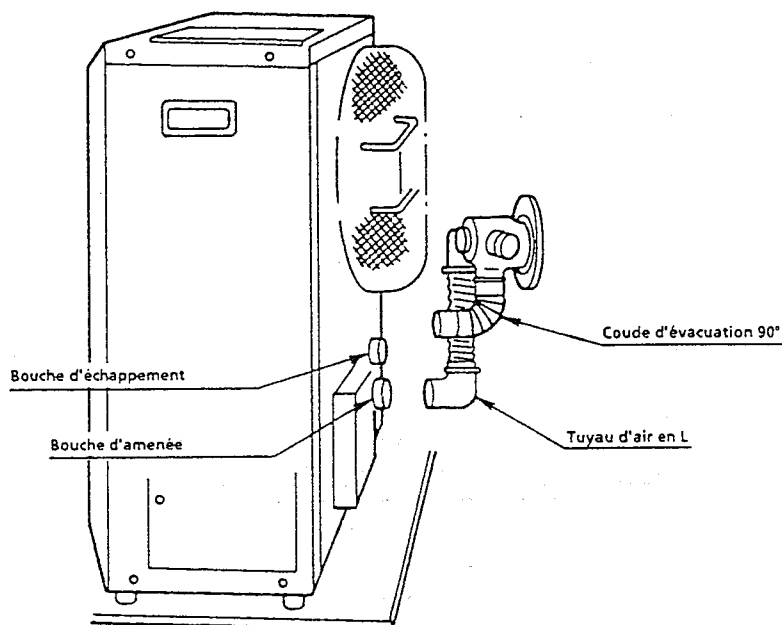

Fig. 16
10. Placez le poêle à l'endroit souhaité. Fixez le coude d'évacuation 90° à la bouche d'échappement (l'ouverture supérieure) et fixez le tuyau d'air en L à la bouche d'amenée. Vérifiez si tout est bien fixé. (Voir fig. 16)